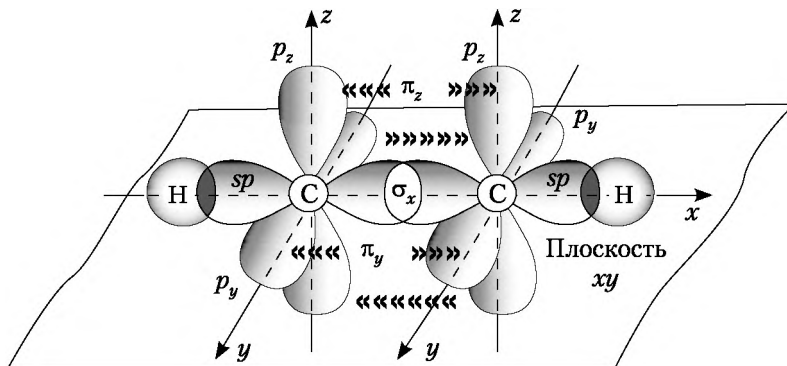

Рис. 4.6. Схема образования химических связей в молекуле этина или ацетилен
1) в соединениях с тройной связью (например, в этине, или ацетилене  $\text{HC}\equiv\text{CH}$  (рис. 4.6.);
2) в простом веществе — карбине (C), представляющем собой модификацию углерода с цепочечным строением молекул.